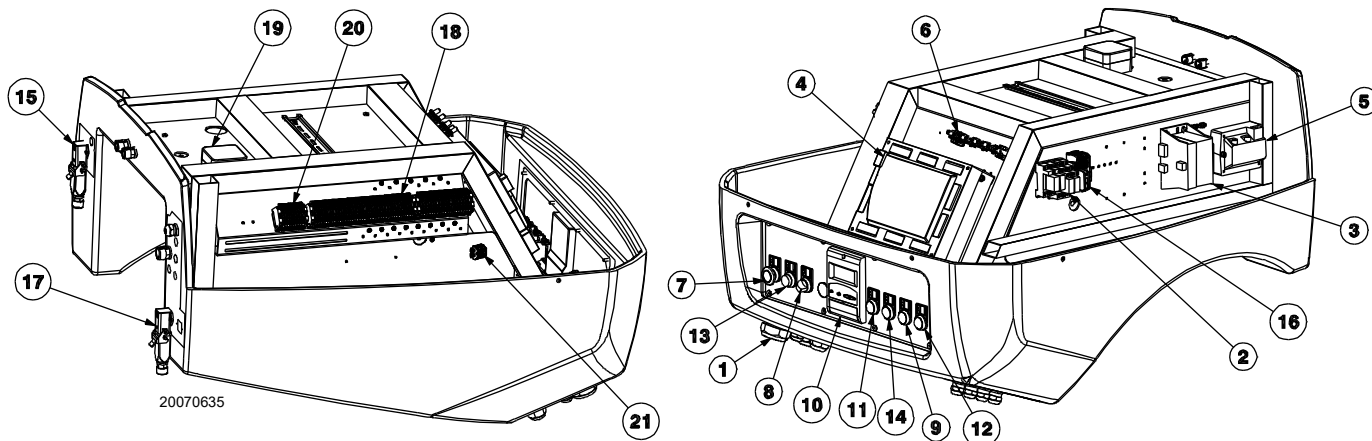

Fig. 5
- **Bloqueo caja de control:** el pulsador 13)(Fig. 5) (**led rojo**) encendido advierte que el quemador está bloqueado. Para desbloquearlo presionar el pulsador 13) o bien usar la pantalla 10).